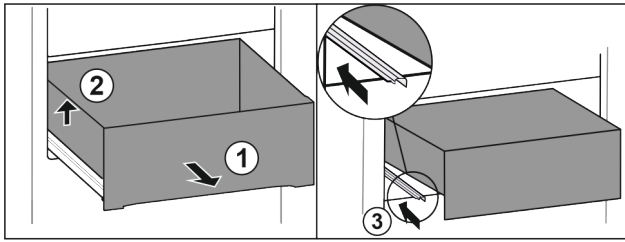

Fig. 31
- ▶ Tirer le tiroir jusqu'en butée. Fig. 31 (1)
- ▶ Soulever le tiroir sur la gauche. Fig. 31 (2)
- ▶ Rentrer le rail de gauche. Fig. 31 (3)